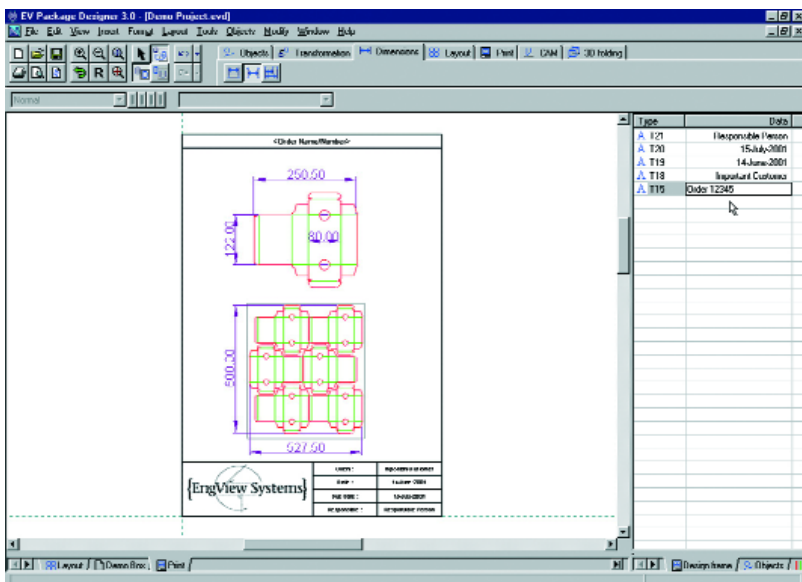
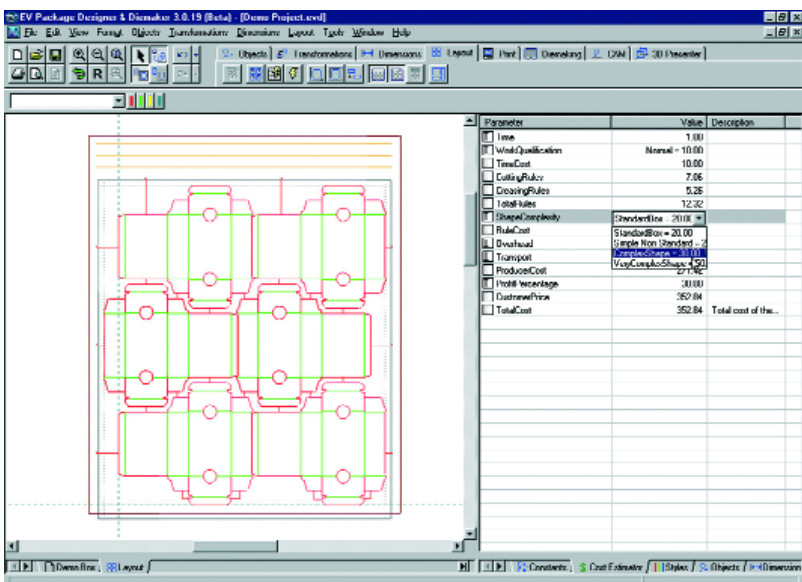

Рис. 3. Разработка рамки чертежа
Рис. 4. Модуль оценки стоимости
allows fast drawing positioning on the sheet. The design frame module (fig. 3) enables shaping up drawings to the customers requirements. The cost estimation module (fig. 4) suggests various methods for automatic cost calculation and for editing.
- **Разработка рамки чертежа** (рис. 3) позволяет оформлять чертеж в соответствии с требованиями заказчика. Можно выбрать любую рамку чертежа и воспользоваться функцией автоматической подгонки фрагментов рамки и раскладки.
- **Модуль оценки стоимости** (рис. 4) дает возможность автоматически вычислять различные варианты стоимости и редактировать их. Пользователь может задавать комплексные ценовые модели. Задание формул MS аналогично программе Excel. Программа формирует параметрические таблицы материальных затрат и поддерживает диалоговый режим, анализ «что если...»